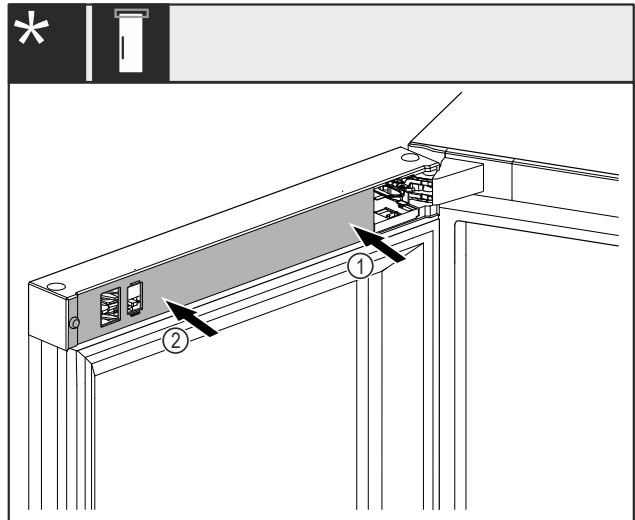

Fig. 47 *
- Sæt først afdækningen Fig. 47 (1) på hængselssiden, så den går i indgreb.*
- Sæt afdækningen Fig. 47 (2) på ydersiden, så den går i indgreb.*